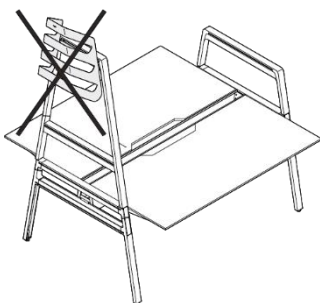

Bild 33 Skateboardhalter, unzulässiger Anbau
- Obere Position eines hohen Aufsatzbogens (siehe Bild 33).